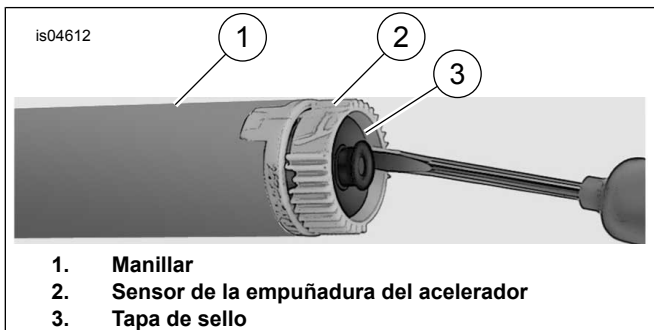

Figura 2. Quite la tapa de sello
- Vea la Figura 2. Inserte un destornillador pequeño u otra herramienta de hoja plana en el área plana de un lado de la tapa de sellado.